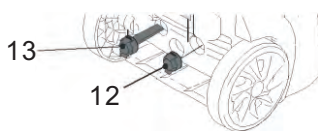

Fig. 31
- > Pressez les loquets l'un contre l'autre et sortez l'aiguille (12) ou le tube (13) de son emplacement (fig. 31).
- > Après utilisation, remettez toujours l'aiguille (12) et le tube (13) dans leurs emplacements respectifs.